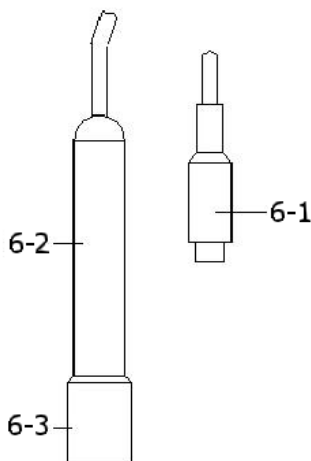

Fig. 3
- 1) Prepare a sonda de condutividade (opcional, CDPB-03), instale o "plugue da sonda" (6-1, Fig. 3) na tomada "CD" (3-15, Fig. 1).
- 3) Segure o "Cabo da sonda" (6-2, Fig. 3) com uma mão e introduza totalmente "a cabeça do sensor" (6-3, Fig. 3) na solução a medir. Mova a sonda para deixar que a bolha de ar interna saia da cabeça do sensor. Na tela aparecerão os valores de condutividade mS (uS) ao mesmo tempo que na parte inferior esquerda da tela aparecerá o valor de temperatura da solução medida.
- 2) Instale o "plugue da sonda" (6-1, Fig. 3) na tomada "CD" (3-15, Fig. 1)
- 4) Segure o "Cabo do Eletrodo " (6-2, Fig. 3) com uma mão e introduza totalmente "a cabeça do sensor" (6-3, Fig. 3) na solução a medir. Mova a sonda para deixar que a bolha de ar interna saia da cabeça do sensor.